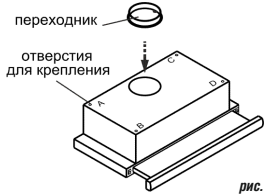
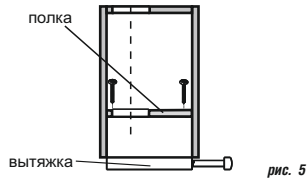

рис. 4
рис. 5
- 6.1 Установите пластиковый переходник и зафиксируйте его защелками (рис. 4).
- 6.3 Крепление кухонной вытяжки к верхней полке над плитой (рис. 4, рис. 5):
- вырежьте дополнительное отверстие в полке шкафа (рис. 5) для воздуховода при работе в режиме «рециркуляции»;
- снимите алюминиевый фильтр (рис. 4);